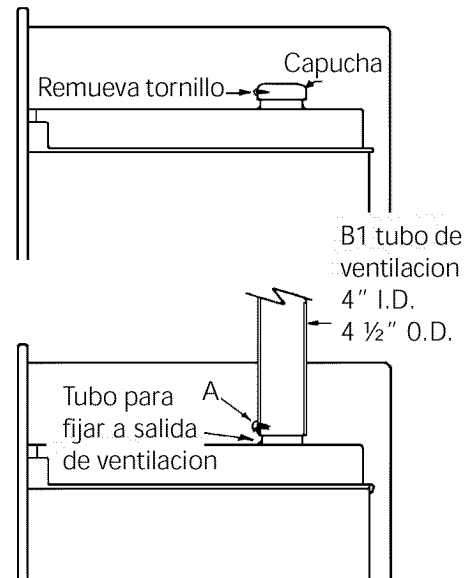

Figura 8
- A. Coloque el tubo en la salida de la ventilación y taladre un hueco de 3/32" de diámetro en el punto "A" (ver figura 8). La perforación en el tubo debe ser hecha de manera que coincida con la de la salida de la ventilación.
- B. Ajuste la tubería de ventilación a la salida de ventilación con un tornillo (ver figura 8).